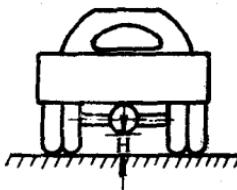

图 8 汽车最小离地距离示意图
5. 汽车最小离地距离 是汽车最低突出部分和地面之间的距离。如前桥、后桥及其它特种装置与地面的垂直距离。表示汽车最低点无碰撞地通过各种地形的可能性，如图 8。